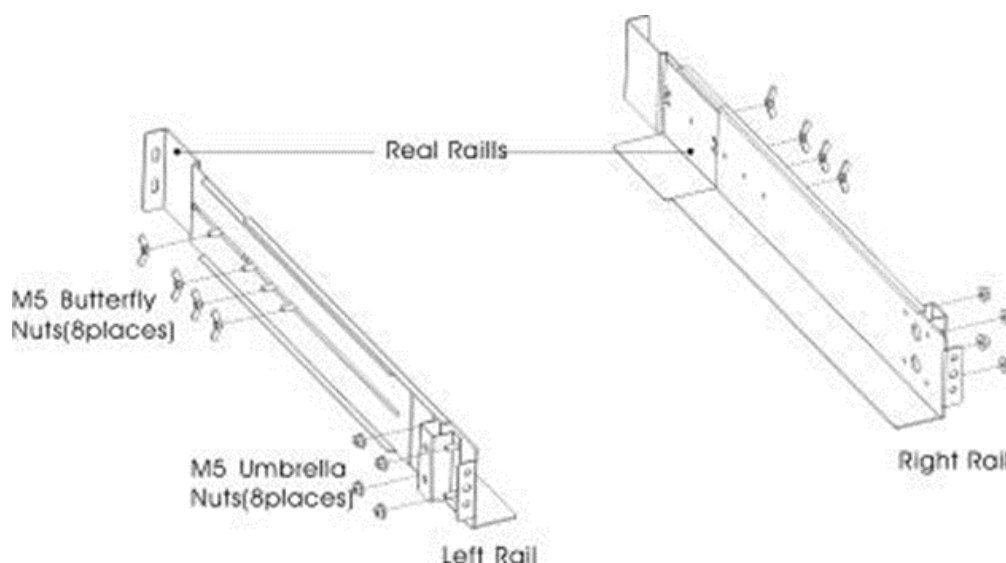

Abbildung 1: Anpassen der Schiene
(1) Montage der Schienensätze
- a) Befestigen Sie die linke und rechte Schiene wie in Abbildung 1 dargestellt mit der hinteren Schiene. Ziehen Sie die Schrauben nicht fest. Passen Sie die Größe der Schienen an die Tiefe Ihres Serverschranks an.
- c) Ziehen Sie die vier M5-Hutmutter an der Seite der Schienen fest (siehe Abbildung 1).